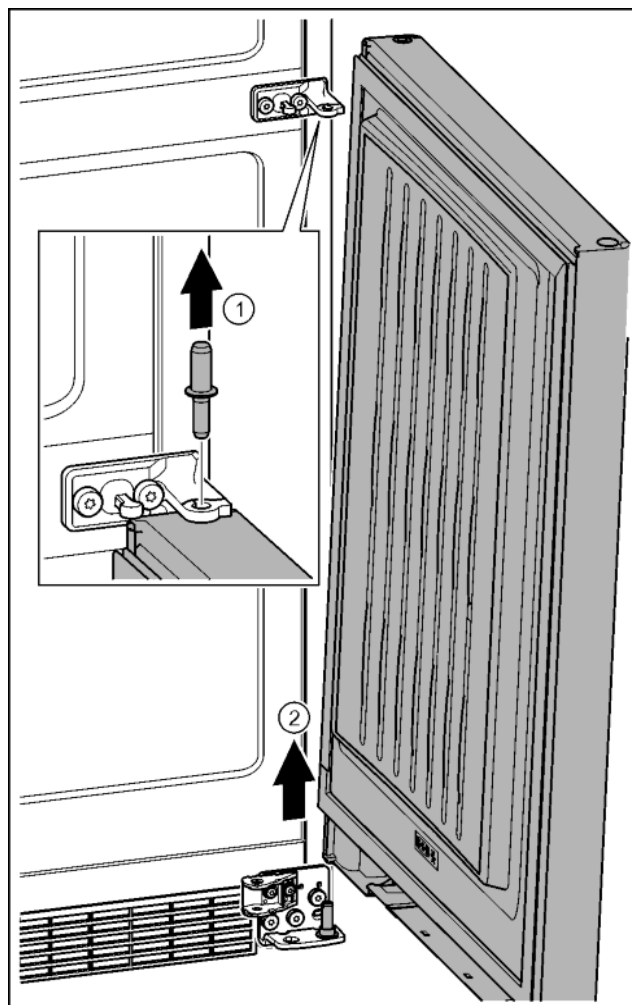

Fig. 22
- ▶ Извлекь пальцы движением вверх. Fig. 22 (1)
- ▶ Отклонить дверь, приподнять вверх и отставить в сторону. Fig. 22 (2)